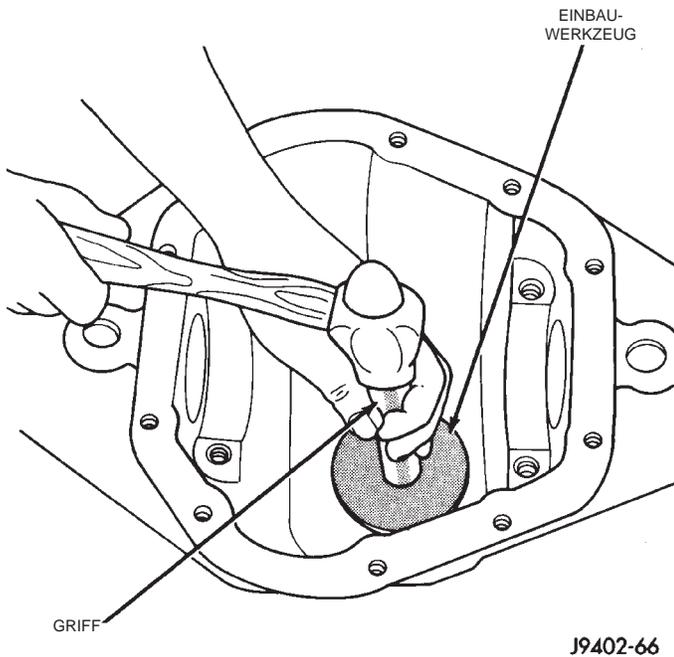

Abb. 43 Hintere Lagerschale einbauen
(2) Die Lagerschale des inneren Lagers mit Mopar® Door Ease oder gleichwertigem Fett einfetten. Lagerschale mit Einbauwerkzeug D-146 und Griff C-4171 einbauen (Abb. 43). Sicherstellen, daß die Lagerschale richtig sitzt.